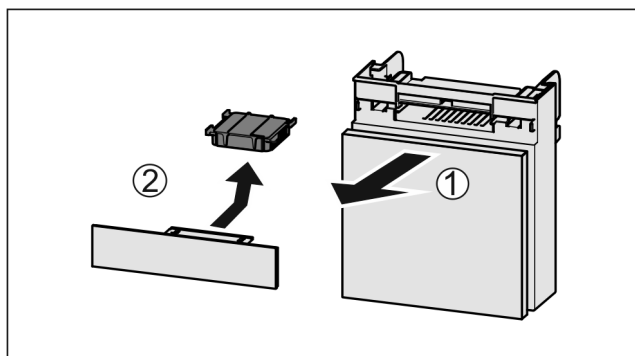

Fig. 99
- ▶ Extraire le compartiment par l'avant Fig. 99 (1).
- ▶ Sortir le filtre à charbon actif Fig. 99 (2).